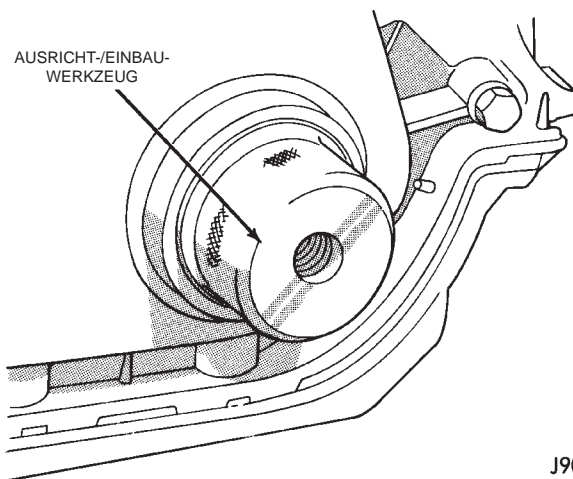

Abb. 47 Spezialwerkzeug 6139 zur Ausrichtung des Steuerkettendeckels und zum Dichtungseinbau
(5) Abstreifring der Kurbelwelle einbauen.
(6) Spannbolzen des Nockenwellenkettenrads mit einem Anzugsmoment 108 N·m (80 ft. lbs.) festziehen.
(7) Ventilsteuerzeiten prüfen.
(8) Spannfeder, Druckstift und Bohrung im Spannbolzen mit MOPAR®-Motorölzusatz oder einem gleichwertigen Produkt schmieren. Spannfeder und Druckstift im Spannbolzen montieren.
(9) Beide Seiten der neuen Dichtung der Steuerkettenabdeckung mit Dichtmittel bestreichen. Eine Raupe von 3 mm (1/8 Zoll) MOPAR®-Silikon-Dichtungskleber an die Verbindungsstelle zwischen Ölwanne und Motorblock aufbringen.
(10) Steuerkettenabdeckung auf der Ölwanne-Dichtung und dem Motorblock anbringen.
(11) Spezialwerkzeug 6139 zur Ausrichtung des Steuerkettendeckels und zum Dichtungseinbau in der Kurbelwellenöffnung der Abdeckung anbringen (Abb. 47).